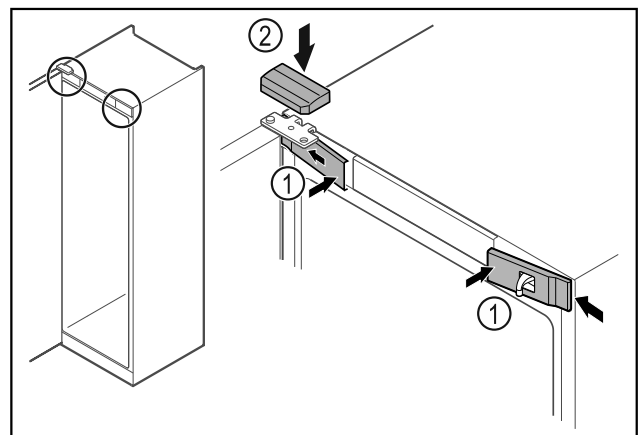

Fig. 42
- Vordere Abdeckungen Fig. 42 (1) seitlich einhaken und aufrasten.
- Obere Abdeckung Fig. 42 (2) von oben aufrasten.